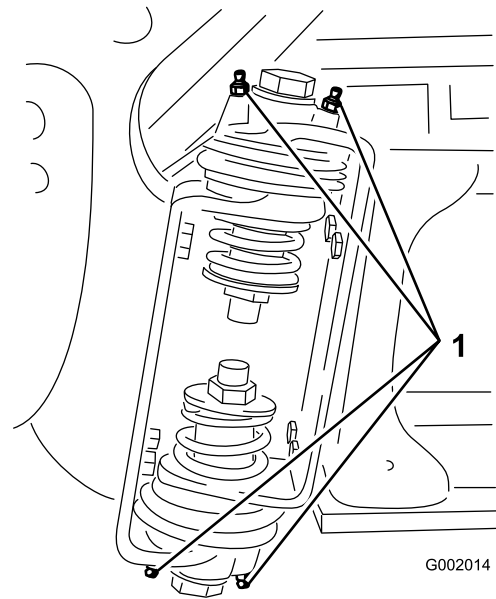

图 64
2. 将润滑脂通过黄油嘴打入到各个轴承或轴套中 (图 64)。